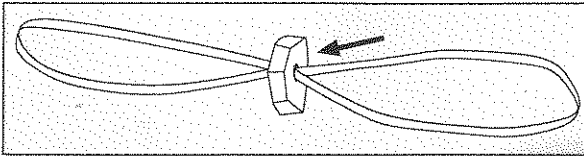
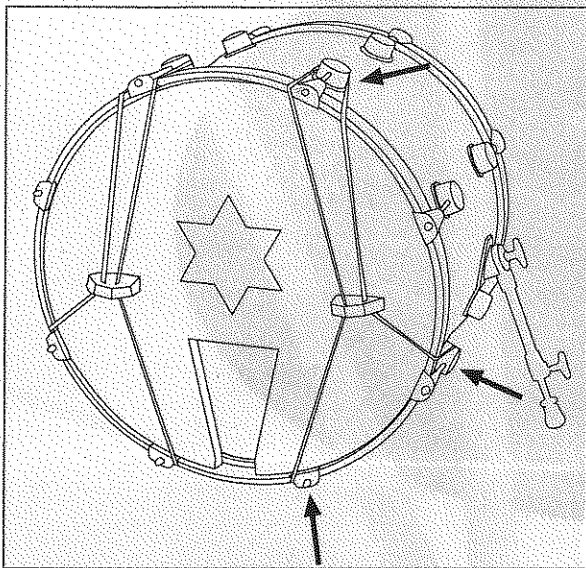
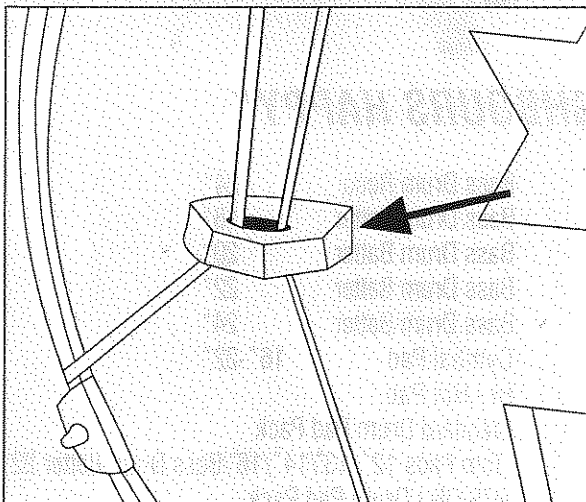

figure 1
figure 2
figure 3
1. Zum Einrichten des Sets positionieren Sie Snare und Stand- bzw. Hängetom ungefähr gleich weit vom Fußpedal entfernt. Achten Sie darauf, dass die beiden Hängetoms an der Basedrum so nah wie möglich beieinander sein sollten (Abb. 1). Die Hängetoms sind relativ stark zum Spieler hin geneigt (Abb. 2/3), sollten aber auch beim Spielen keinesfalls die Base berühren.
1. Nehmen Sie die beiden gleich großen HiHat-Becken zur Hand (Abb. 2) und legen eines davon mit der Wölbung nach unten lose auf den HiHat-Ständer (Abb. 3).
Pass the elastic band through the hole in the foam holder so that it is hanging in the middle of the elastic. (figure 1)
Fix one part of the elastic behind the drum tuner (top). The second part has to be torn down so that you can fix it behind the lower tuners. (figure 2)
The foam holder should fix the drum pad according to the picture. (figure 3)